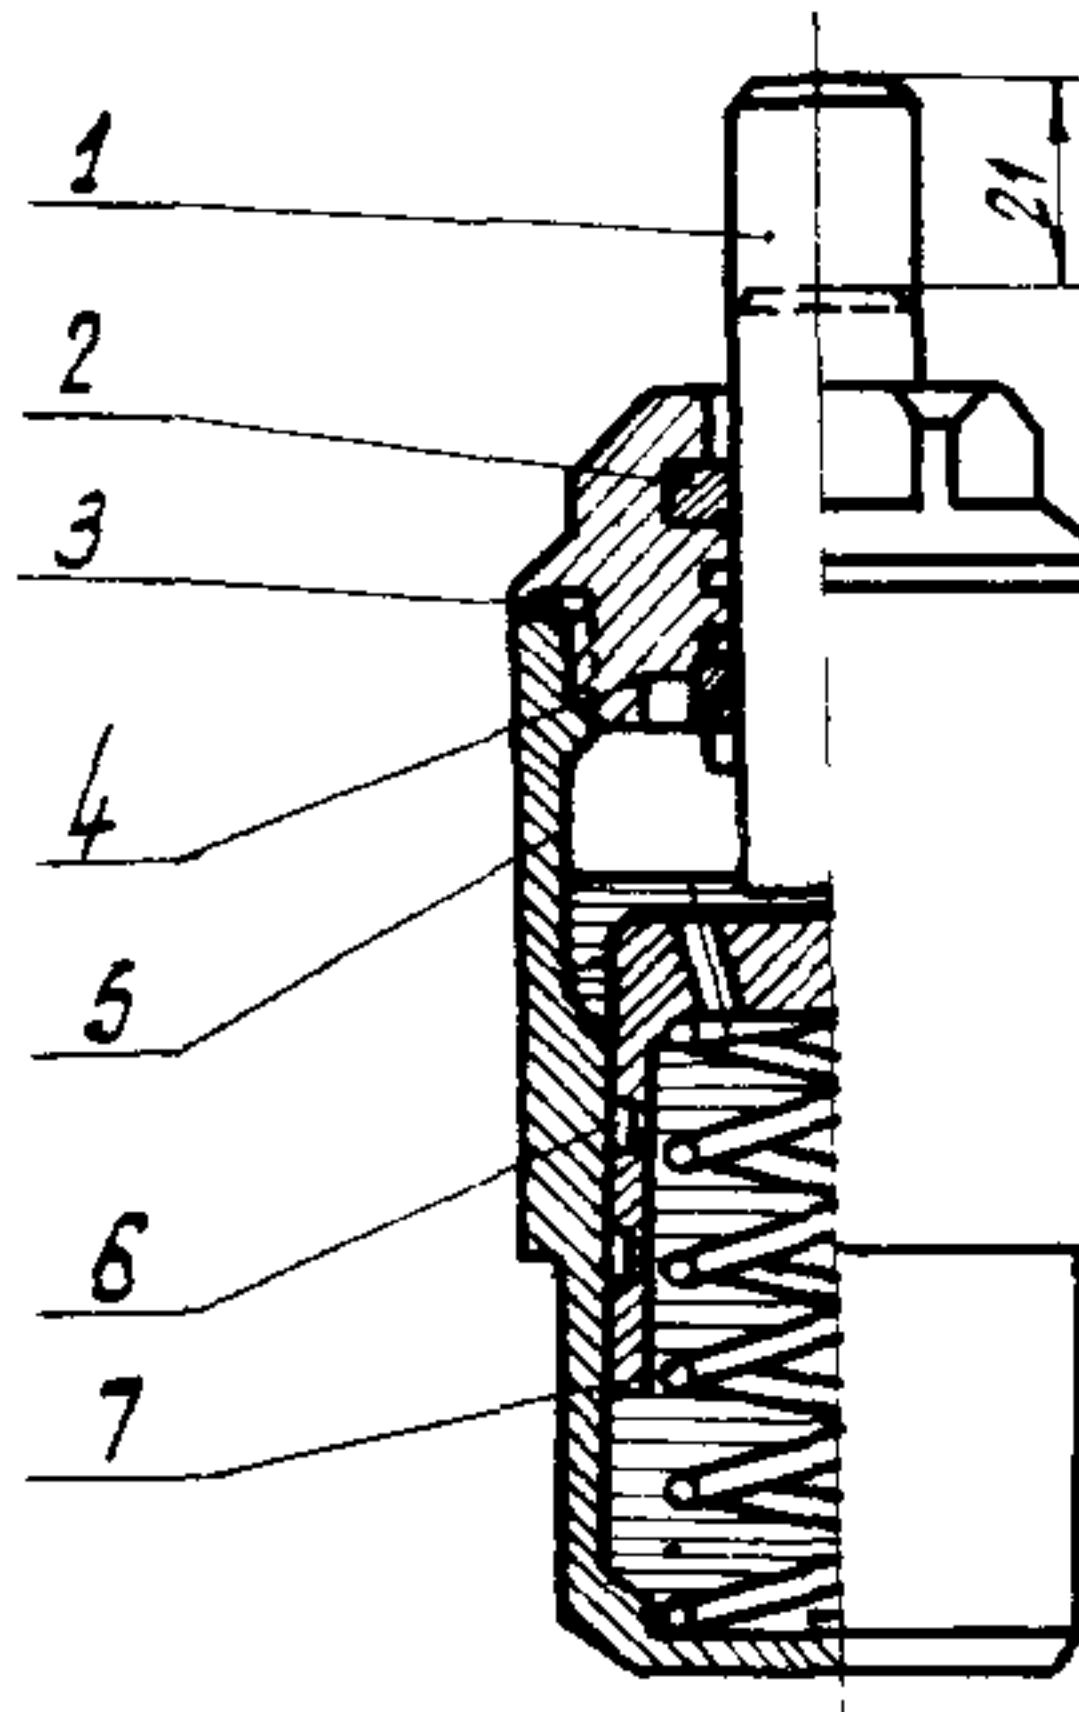

Рис.23. Масляный буфер:
17.1. Осмотреть масляный буфер. При значительных выливках масла необходимо заменить уплотнение 2 (рис.23).